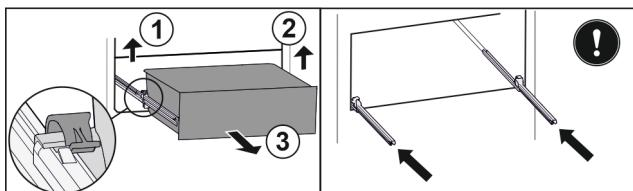

Fig. 75
- Повдигнете лявата скоба и едновременно с това изтеглете напред чекмеджето отляво. Fig. 75 (1)
- Повдигнете дясната скоба и едновременно с това изтеглете напред чекмеджето отдясно. Fig. 75 (2)
- Извадете чекмеджето напред. Fig. 75 (3)